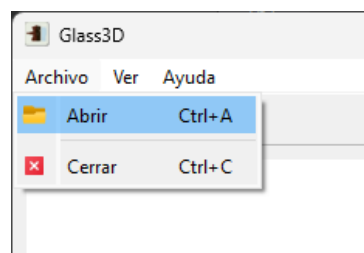

Figura 2: Opción de menú para abrir un modelo
1. Seleccionar la opción del menú superior, **Archivo** → **Abrir**. Figura 2.